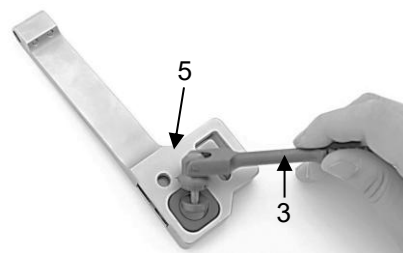

Abb. 15
Zunächst den Antriebshebel (3) in die dafür vorgesehene Aussparung im Kasten (5) einsetzen (Abb. 15).